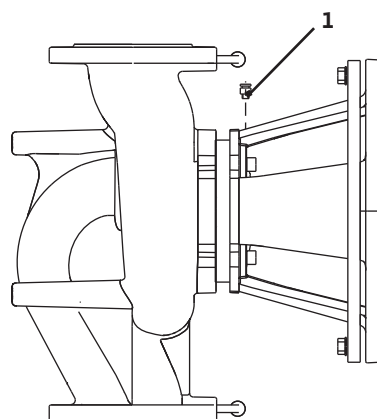

Fig. 18: Ilmanpoistovenkki
- Ilmanpoistovenkkiin (Fig. 18, kohta 1) on aina osoitettava ylöspäin.